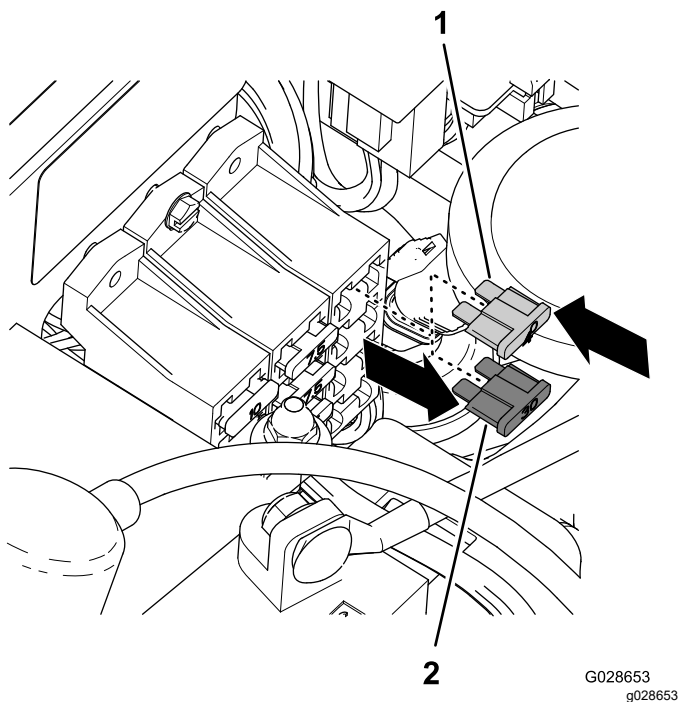

Figura 31
1. Din panoul de siguranțe, îndepărtați siguranța de 30 A (Figura 31).
2. În locul din care ai scos siguranța de 30 A, introduceți o siguranță de 40 A (Figura 31).